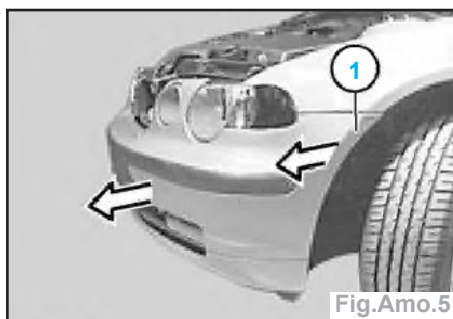

Fig.Amo.5
- Retirer le bouclier vigoureusement en avant des deux côtés. Pour cela, le saisir principalement au niveau du rebord de passage de roue (1) et ne pas tirer latéralement (Fig.Amo.5).